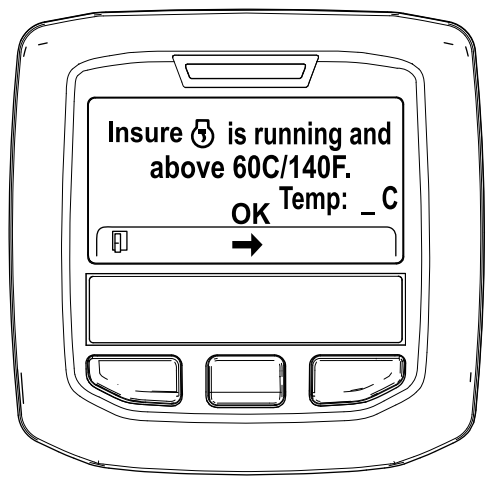

図 46
5. 冷却液の温度が 60°C (140°F) 未満の場合には、Insure is running and above 60C/140F” エンジン作動と冷却水を確認と表示される 図 46。